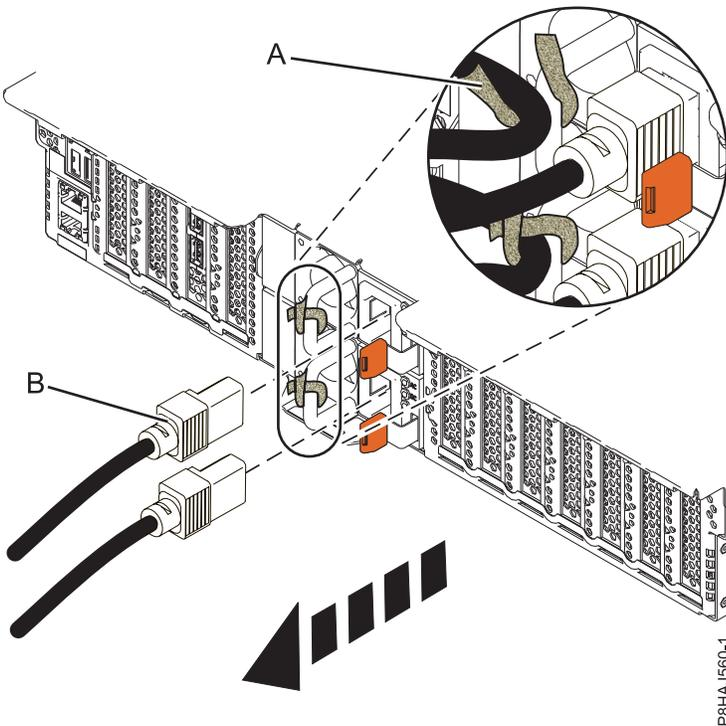
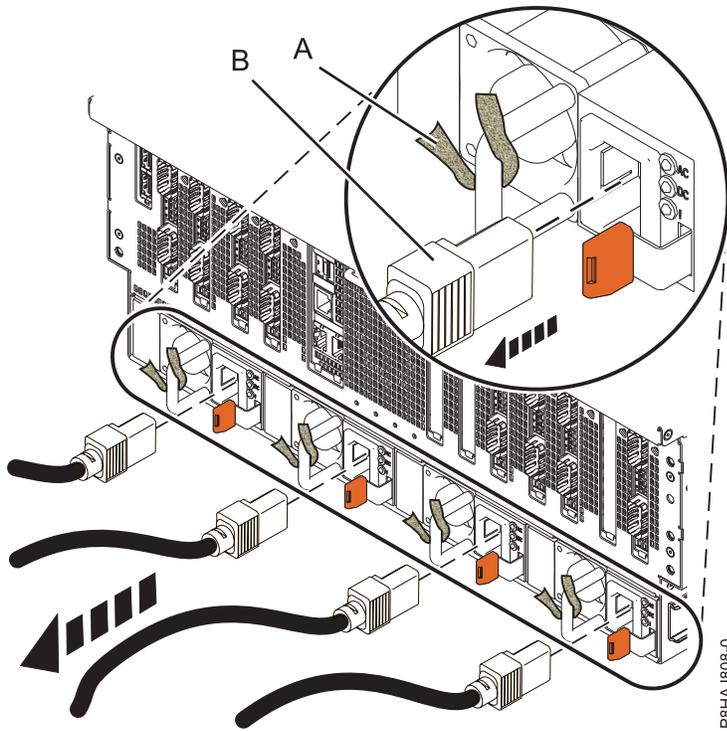

Abbildung 19. Netzkabel bei einem System vom Typ 5148-21L, 5148-22L, 8247-21L, 8247-22L, 8284-21A oder 8284-22A abziehen
Abbildung 20. Netzkabel bei einem System vom Typ 8408-44E oder 8408-E8E abziehen
3. Ziehen Sie die Netzkabel (**B**) von der Systemeinheit ab. Siehe Abbildung Abb. 18 auf Seite 40, Abb. 19 auf Seite 40 oder Abb. 20 auf Seite 41 (abhängig von Ihrem Systemtyp).